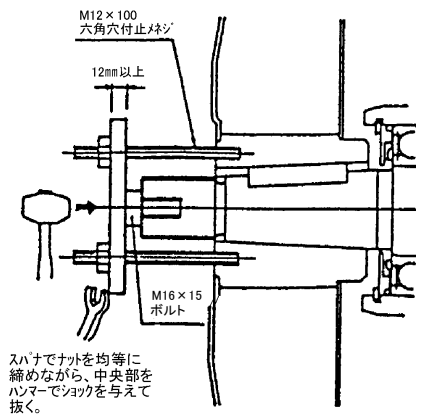

図 9-8
9.3.6 ベアリングケース(図 9-8,9,10)
右図の要領でドラムを取り外してください。(図 9-8)